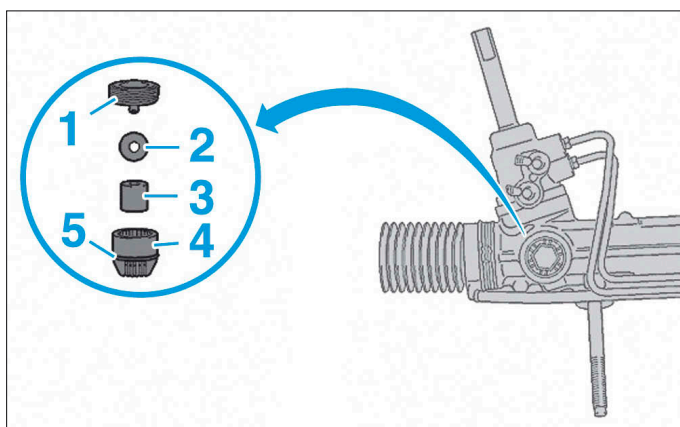

FIG. 28
- [2]. Taraud pour boîtier de direction (ref. 8612-T).
- Déposer (Fig. 28) :
- le bouchon (1), à l'aide de l'outil [1],
- la rondelle (2),
- l'entretoise caoutchouc (3),
- le poussoir (4) muni de son joint torique (5).